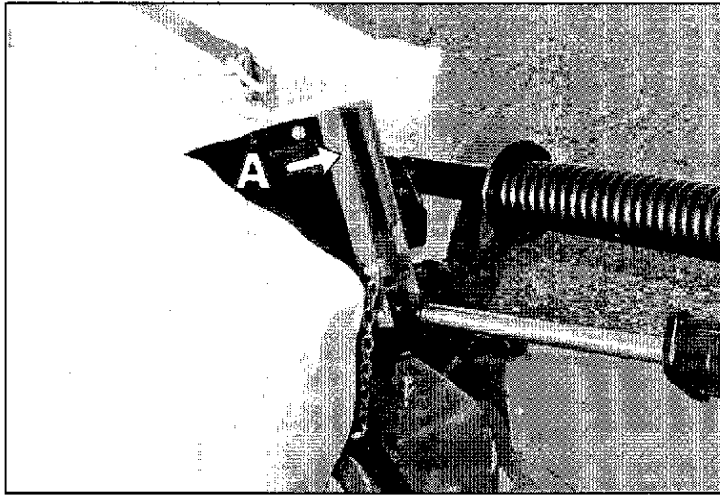

fig.23
- Portare il fermo ribaltabile del cilindro **A** (fig.23) in posizione di trasporto.
- Move the cylinder stop **A** (fig.23) to the transport position.
- Placer l'arrêt basculant du cylindre **A** (fig.23) dans la position de transport.
- Poner el bloqueo oscilante del cilindro **A** (fig.23) en posición de transporte.
- Den umlegbaren Anschlag **A** (Abb.23) in Transportstellung legen.